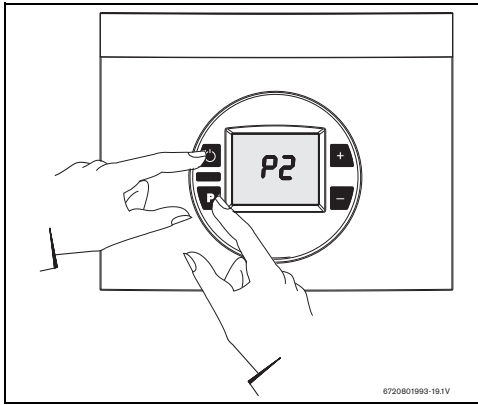

Fig. 55
- ▶ Mantenere premuto il tasto "P" di programmi e premere l'interruttore principale ON/OFF per accendere l'apparecchio (Fig. 55).